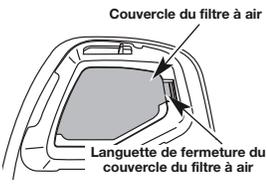

Fig. 27
1. Pour ouvrir le filtre à air, appuyez vers l'intérieur sur la languette de fermeture et retirez ensuite sur le couvercle du filtre à air (Fig. 27 & 28).